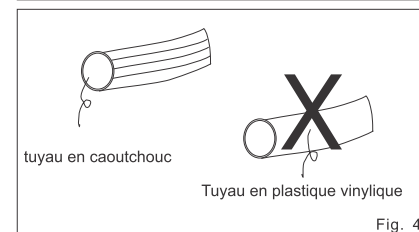

Fig. 4
• N'utilisez que des tuyaux en caoutchouc spécialement conçus pour des appareils à gaz. L'utilisation d'un tuyau en plastique pourrait être dangereuse (fig. 4).